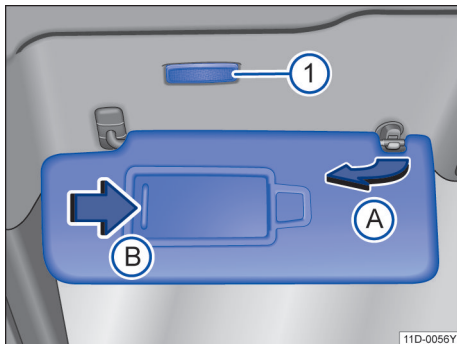

图 83 遮阳板
- 从托架中拉出并向车门翻转→图 83(A)。
在已翻下的遮阳板上，在一块盖板后有一个化妆镜。在滑动打开盖板→图 83(B)时，照明灯→图 83(1)亮起。